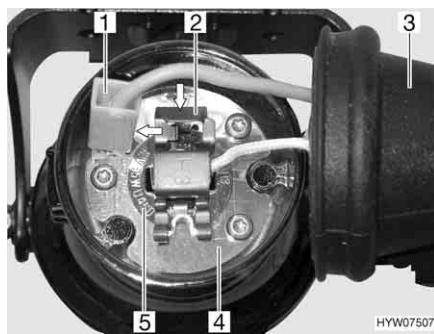

Fig. 167 Luce fendinebbia
- Afferrare dietro la luce fendinebbia e togliere il copripolvere di gomma (Fig. 167,3) dall'involucro (Fig. 167,4).
- Togliere il cavo negativo (Fig. 167,1) dall'involucro.
- Premere la graffa di supporto (Fig. 167,2) per sganciarla e spingerla di lato.
- Estrarre dall'involucro la lampada ad incandescenza (Fig. 167,5) con il cavo.